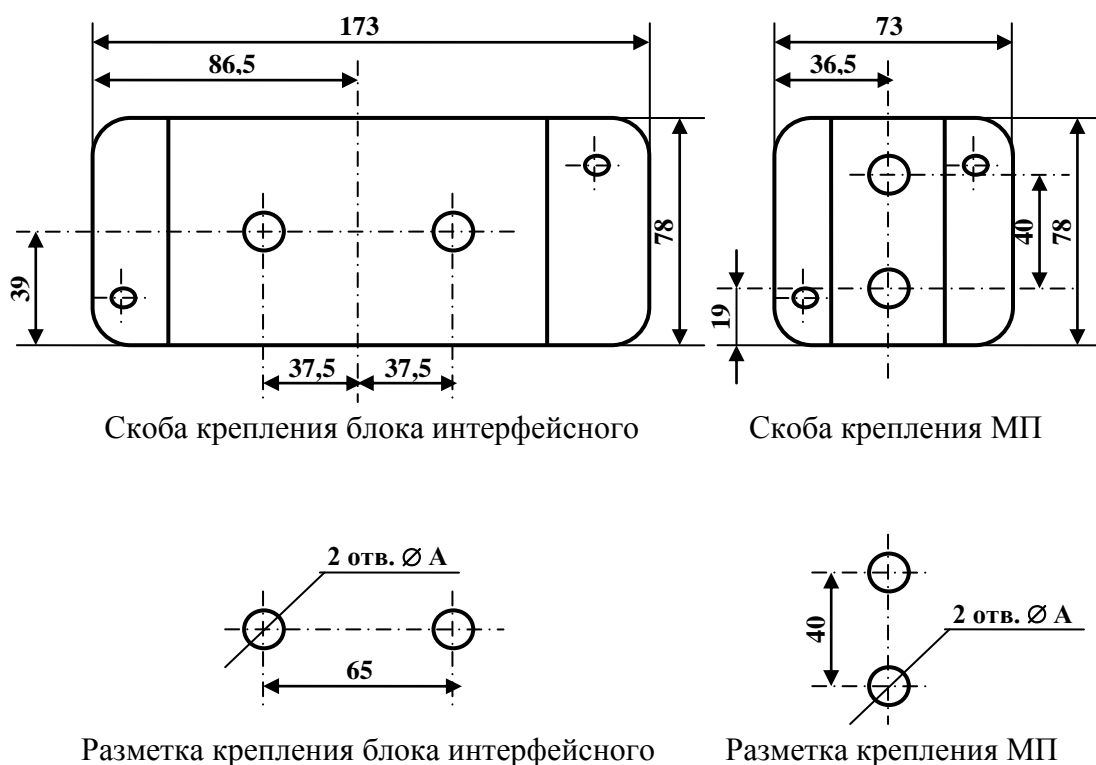

Рис. 12.1. Разметка и габаритные размеры скоб крепления БИ и МП.
12.3. Произведите разметку для установки скобы крепления блока интерфейсного и модуля питания в соответствии с рисунком 12.1. Просверлите отверстия необходимого диаметра и глубины в соответствии с типом ограждения (таблица на рис. 12.1). Для крепления скоб на бетонное, кирпичное или деревянное ограждение используйте анкера М8х25 (М8х40) или дюбеля. Для крепления скоб на металлическое основание (на плоское металлическое ограждение или внутрь металлической распределительной коробки) используйте винт М6х16 (М6х12) с гайкой М6 или без неё. Винты М6 с гайками и шайбами входят в комплект поставки.